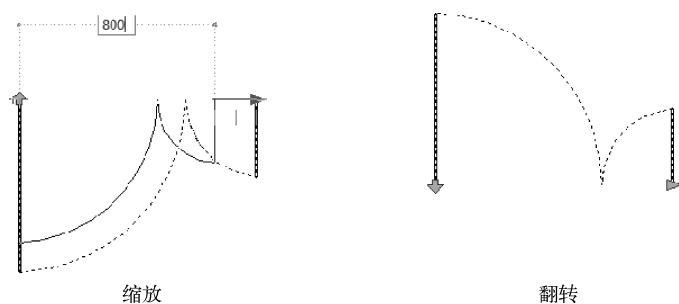

图 6-57 插入动态块
11) 在功能区单击“默认”选项卡→“块”面板→“插入块”按钮，在图形中插入名为“子母门”的图块，并选择该图块以激活夹点状态，分别选择图形中的缩放、翻转动作夹点，即可进行相应的动态块操作，结果如图 6-57 所示。